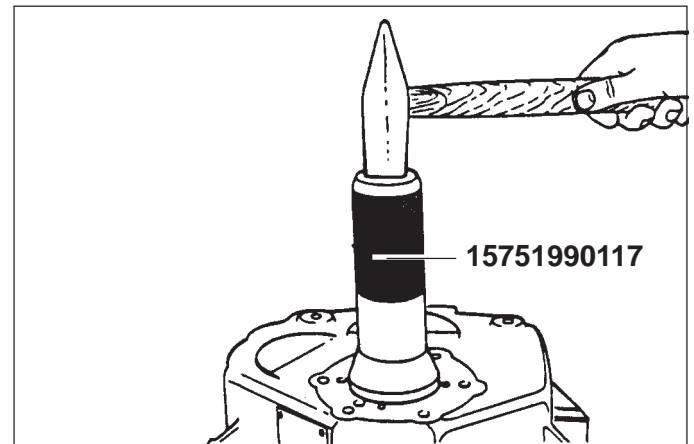

Fig. 16
- 8) Estrarre dal coperchio la coppa cuscinetto (50) utilizzando l'attrezzo (15751990177) battendo sulla superficie maggiore (Fig.16).
- 8) Drive off taper roller bearing (50) outer race from housing cover by use of tool (15751990177) (Fig. 16).